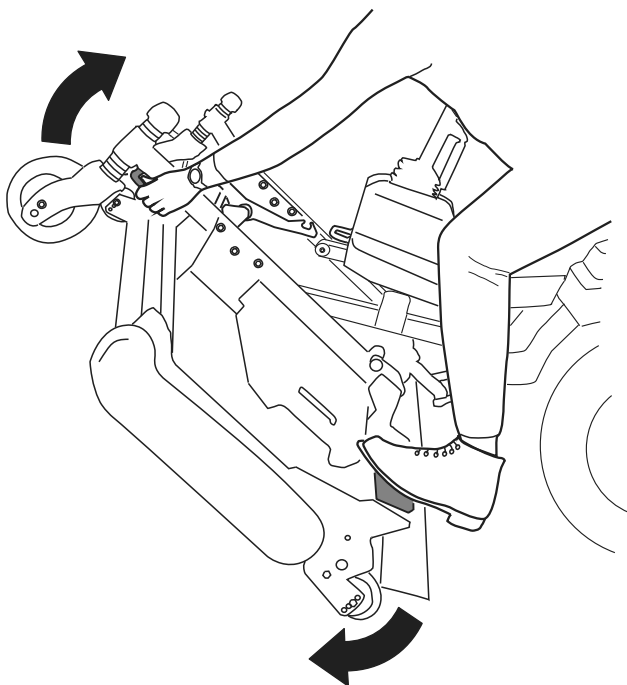
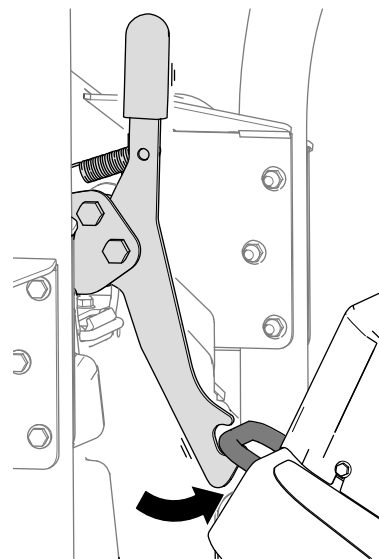
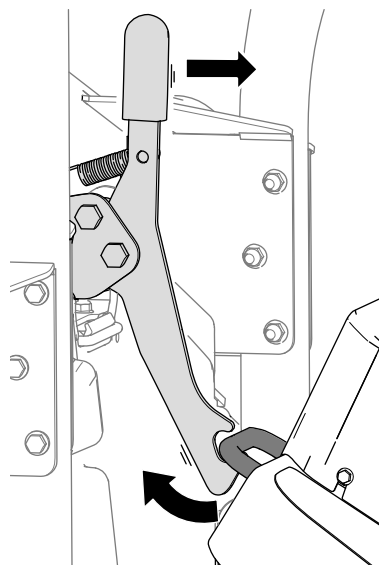

Figura 40
Figura 41
Figura 42
5. Gire la unidad de corte (Figura 40) hasta que el cierre se enganche en el soporte de amarre (Figura 41).
1. Desenganche el cierre de la unidad de corte del soporte de amarre (Figura 42) girando la unidad de corte ligeramente hacia adelante (consulte Figura 40) y tirando hacia adelante de la palanca del cierre.